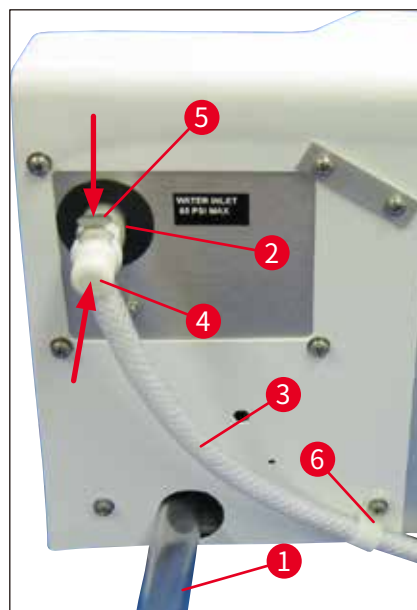

图 17
4. 使用夹子 (→ 图 17-5) (如 (→ 图 17) 所示) 将软管固定在装置上。